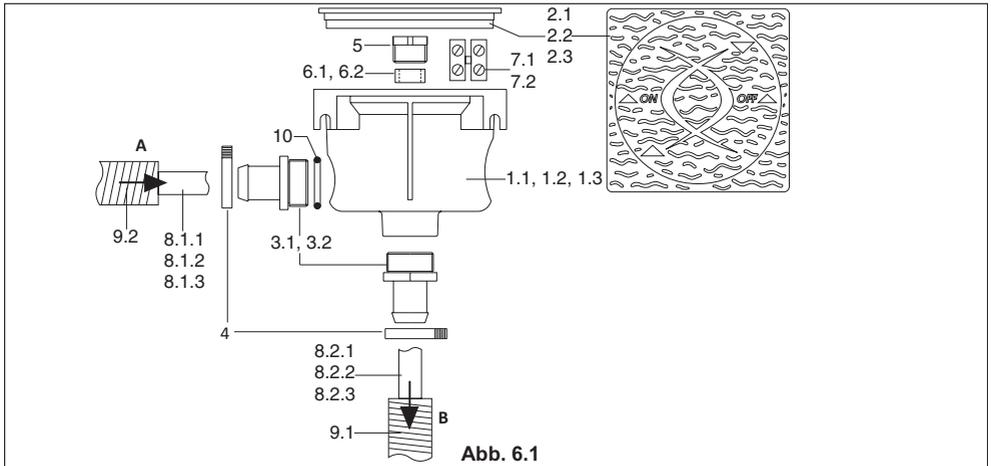

Abb. 6.1
- Nachdem das Anschlusskabel durch den Schlauchnippel in die Anschlussdose geschoben wurde, wird der Schutzschlauch **(9.1)** genauso wie am Einbautopf über den Schlauchnippel gestülpt und mit der Schlauchschelle **(4)** befestigt. **(Abb. 6.1 und 6.2)**